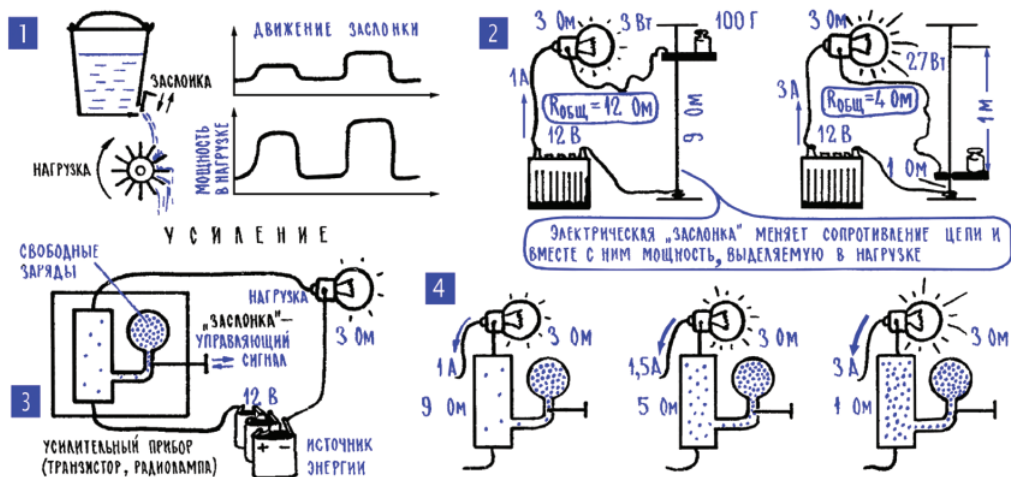

Рис. 9.1. Усиление сигнала
**3. Усилители – большой класс систем, в которых слабое, маломощное воздействие управляет мощными потоками энергии.** Давайте просверлим в нижней части ведра небольшое отверстие (это вполне может быть мысленный эксперимент, то, что в нем должно произойти, легко увидеть силой воображения, и наносить ущерб хозяйству, делая дырку в ведре, совсем не обязательно), напомним ведро водой и подставим под струю небольшую вертушку с лопастями, некоторое подобие рабочего колеса водяной мельницы (рис. 9.1; 1). Вначале, когда воды в ведре много, из отверстия вырывается довольно сильная струя, колесо вращается быстро. По мере того как уровень воды падает, струя становится все более вялой, и вращение колеса замедляется. Это нормальный процесс передачи энергии: потенциальная энергия поднятой на высоту воды переходит в кинетическую энергию струи, а она, в свою очередь, передается колесу-вертушке. Если не думать о потерях, то можно сказать, что сколько дает источник энергии (вода в ведре), столько и получает потребитель (вертушка). И на сколько уменьшится или увеличится энергия, которую поставляет источник, на столько же уменьшится или увеличится и энергия, получаемая потребителем.
События разворачиваются в простейшей электрической цепи, в которую входит источник энергии – аккумулятор, нагрузка – лампочка и еще переменный резистор – реостат, выполненный в виде вертикально натянутой проволоки со скользящим контактом (рис. 9.1; 2). Подвижный контакт этот ходит по проволоке настолько легко, что если подвесить к нему стограммовую гирьку, то контакт буквально за секунду переместится сверху вниз, изменив сопротивление реостата от 9 Ом до 1 Ом.
Реализовать этот принцип можно даже в нашей установке с реостатом, для этого нужно соорудить для подвижного контакта реостата систему электрического привода. Скажем, приводить в движение подвижный контакт миниатюрным электромоторчиком или электромагнитом, энергию которым давал бы сам усиливаемый сигнал. В электронных усилителях этот принцип реализуют так: сопротивление участка цепи меняют, «впрыскивая» в него то или иное количество свободных электрических зарядов (рис. 9.1; 3, 4). На само это «впрыскивание» тратится сравнительно небольшая мощность, а сопротивление меняется так, что происходит значительное изменение мощности, выделяемой на данном участке цепи.
Слабый усиливаемый сигнал подводится к лампе или транзистору и управляет имеющейся там своего рода «заслонкой», которая увеличивает или уменьшает количество свободных зарядов, создающих электрический ток, то есть фактически меняет сопротивление приборов (рис. 9.1; 3, 4). Мы начнем с того, что посмотрим, как работает такая «заслонка» в транзисторе, как слабый сигнал меняет сопротивление этого усилительного прибора, меняет ток в его цепи. Но до этого нам еще предстоит провести кое-какую подготовительную работу. В частности, познакомиться с некоторыми процессами в полупроводниках.